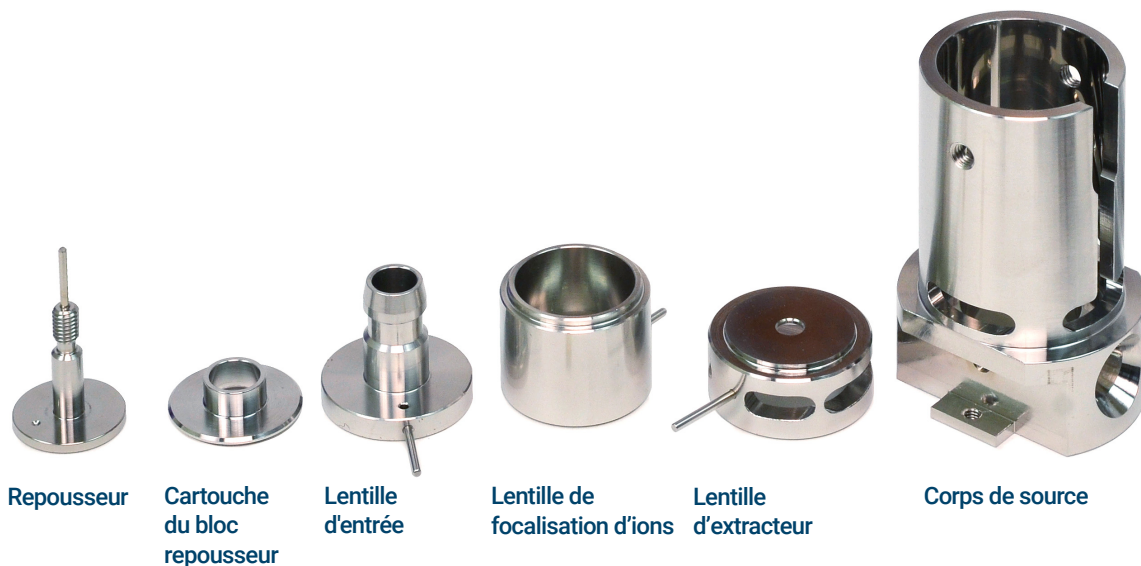

Figure 57. Pièces de la source EI XTR à nettoyer
- 2 Récupérez les pièces suivantes pour les nettoyer, dans le cas d'une source EI XTR : (Voir **Figure 57** page 207.)